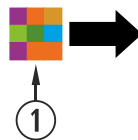

Figura 51
Para acceder a la programación semanal debemos pulsar su icono y accederemos a la pantalla de programación. En ella debemos indicar en cada día de la semana que plantilla queremos utilizar, **guardar** la programación y posteriormente habilitar la programación tal y como indica el punto ④ de la figura 51.